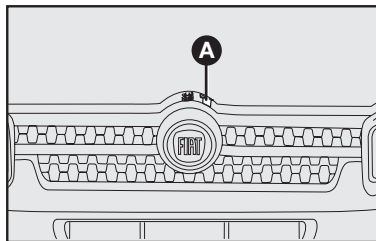

fig. 99
- 2) Mueva hacia arriba la traba **A-fig. 99**.